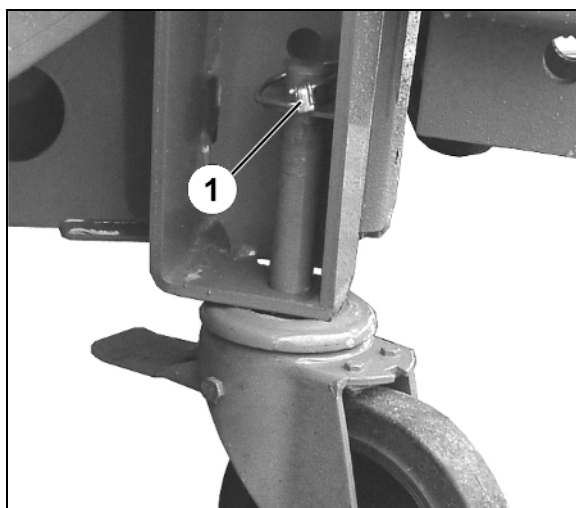

Fig. 28
5. Styrbare bremseruller (Fig. 28) for
- o Monter, og foretag sikring med split (Fig. 28/1),